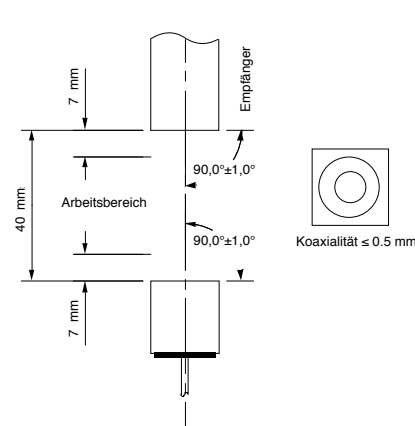

Abb. 4: Montage und Arbeitsbereich
- Montieren Sie Sender und Empfänger im Abstand von 40 mm^{±3} mm zueinander (siehe Abb. 4). Der Einbau der dbk ist lageunabhängig.